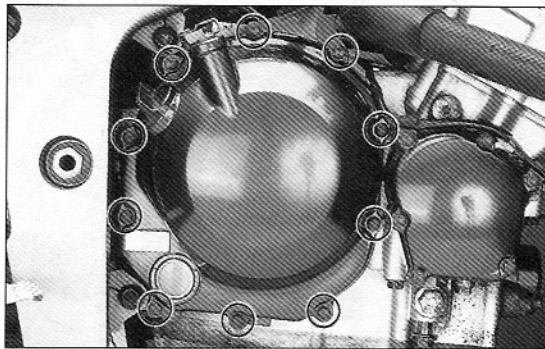

Bild 182
- Gehäusedeckelschrauben schrittweise über Kreuz ausdrehen (Bild 182).